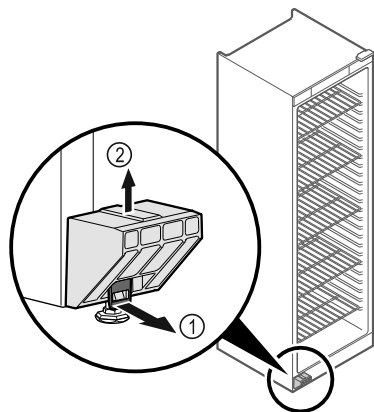

Fig. 4
- ▶ Potiahnite sponu Fig. 4 (1) dopredu.
- ▶ Vytiahnite prepravnú poistku Fig. 4 (2) nahor.